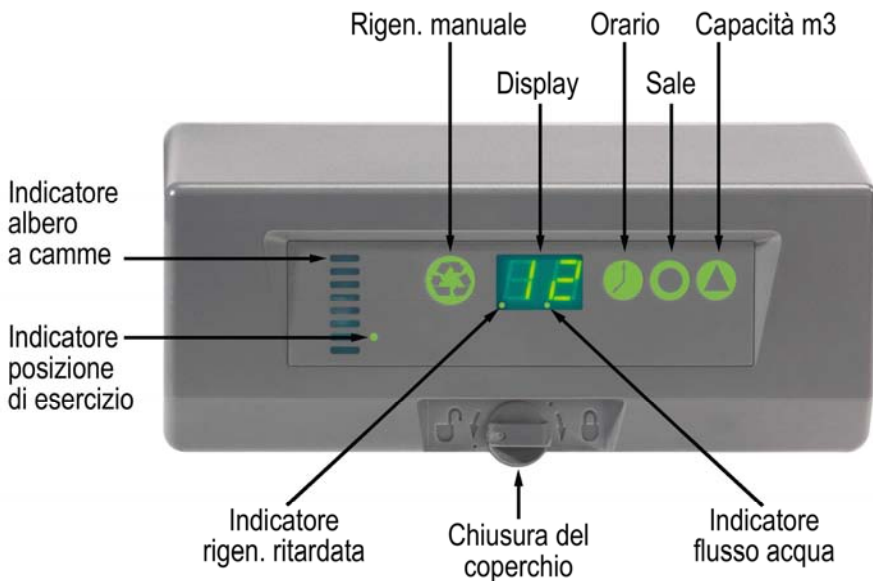

Figura 9: funzioni e disposizione dei comandi del timer elettronico.
- Premere e rilasciare il tasto  per programmare una rigenerazione ritardata. Il sistema avvierà la rigenerazione alla prossima ora di rigenerazione (alle ore 2:00 AM). Ripetere la procedura per disattivare la rigenerazione ritardata. L'indicatore di rigenerazione lampeggia quando la rigenerazione ritardata è attivata (vedi figura 9 di pagina 19).